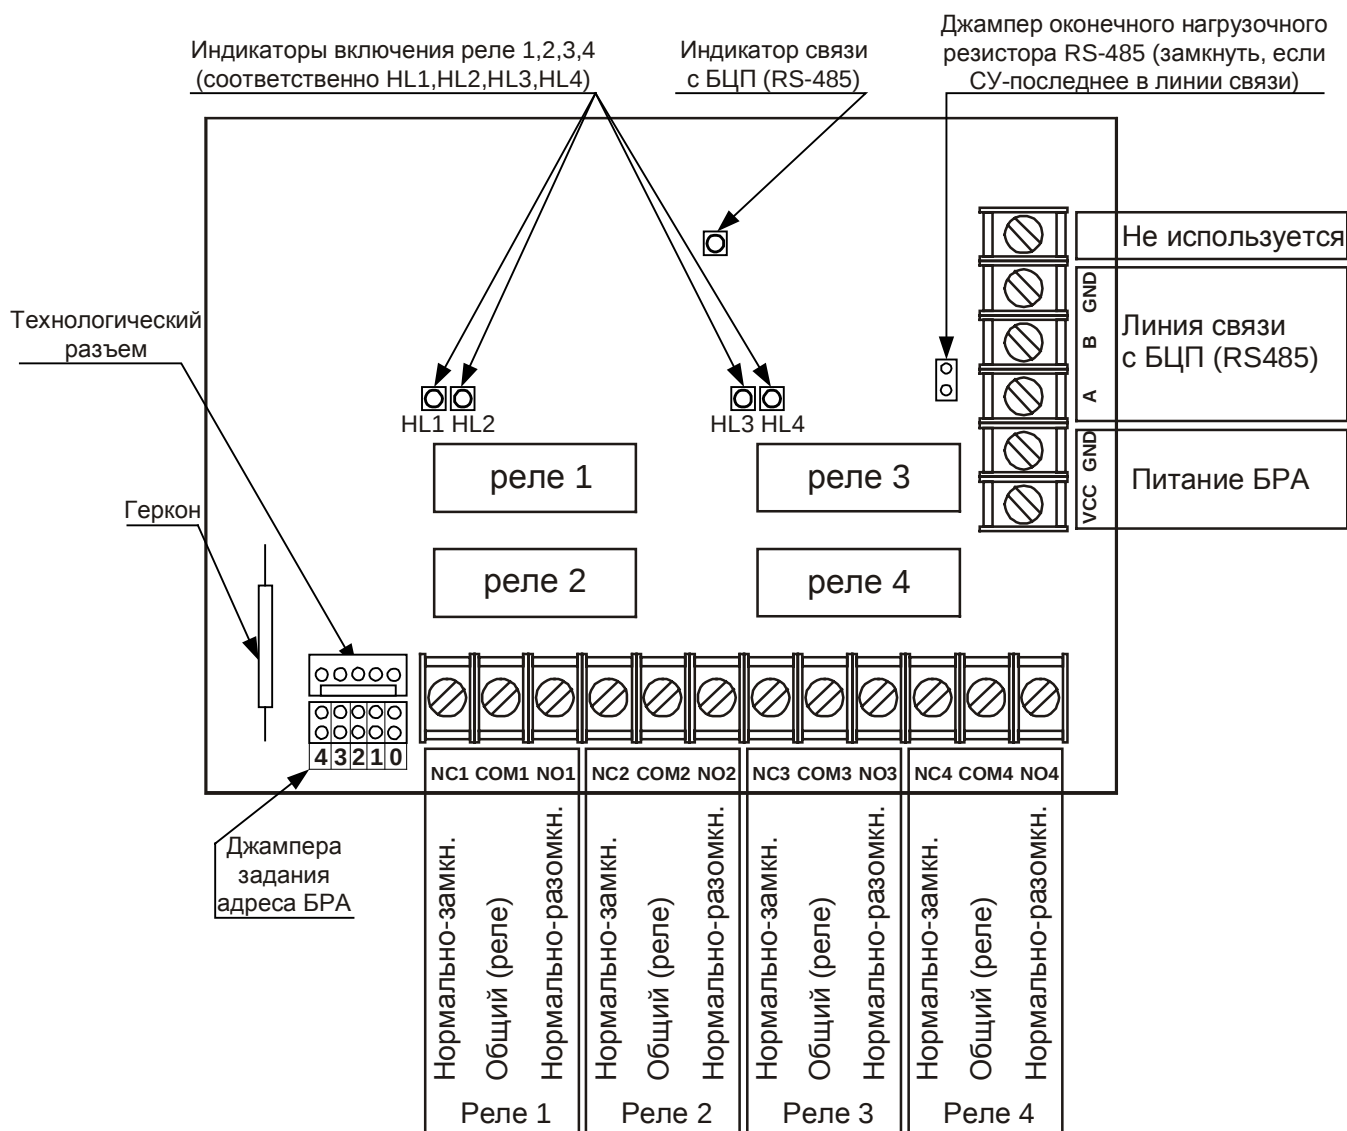

Рис. 4 Блок релейный БРА-03-4. Схема подключения
4.3. На Рис. 4 приведен внешний вид печатной платы БРА.
5.2. Подключение БРА к БЦП и исполнительным устройствам осуществляется через клеммы, установленные на плате. Схема подключения БРА приведена на Рис. 4.
Адрес БРА задается переключателями (см. Рис. 4), установленными на плате БРА в соответствии с Табл. 2, для задания 0 соответствующий переключатель должен быть разомкнут, а для 1 – замкнут. Перед изменением адреса необходимо отключить питание БРА. Если БРА является последним устройством в линии связи с БЦП, перемычку согласующего резистора (см. Рис. 4) необходимо замкнуть. Далее необходимо сконфигурировать БЦП для работы с БРА-03-4. Для этого необходимо: